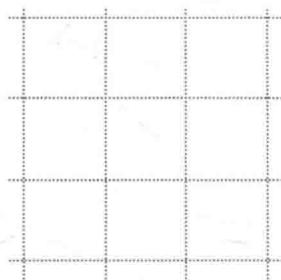

图 1.2 调整栅格到合适的大小
- (1) 在 **草绘** 选项卡中单击  按钮。
- (2) 此时系统弹出“栅格设置”对话框，在 **间距** 选项组中选中  **静态** 单选项，然后在 **X:** 和 **Y:** 文本框中输入间距值 10；单击 **确定** 按钮，结束栅格设置。
Step3. 此时，绘图区中的每一个栅格表示 10 个单位。为了便于查看和操作图形，可以滚动鼠标中键滚轮，调整栅格到合适的大小（图 1.2）。单击“草绘显示过滤器”按钮 ，在系统弹出的菜单中取消选中  **显示栅格** 复选框，将栅格的显示关闭。